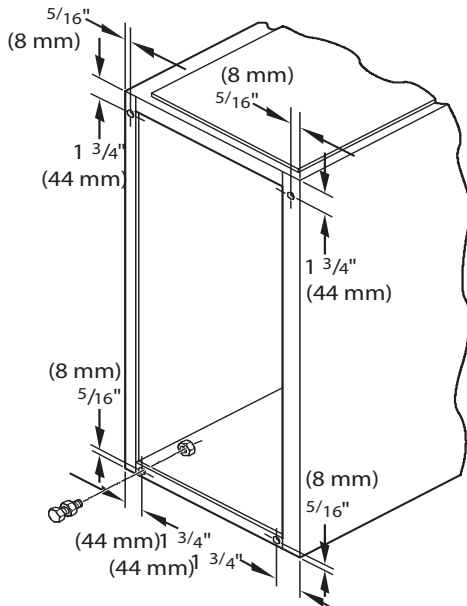

Fig. 13 – Patas niveladoras
En la posición de flujo ascendente con admisiones de retorno laterales, se pueden utilizar patas niveladoras (consulte la Fig. 13). Instale los pernos maquinados, las arandelas y las tuercas resistentes a la corrosión (no se incluyen) de 5/16 x 1-1/2 in (8 x 38 mm) (máximo).
1. Coloque el calefactor sobre su parte trasera. Perfore un agujero en cada esquina inferior del calefactor (consulte la Fig. 13).